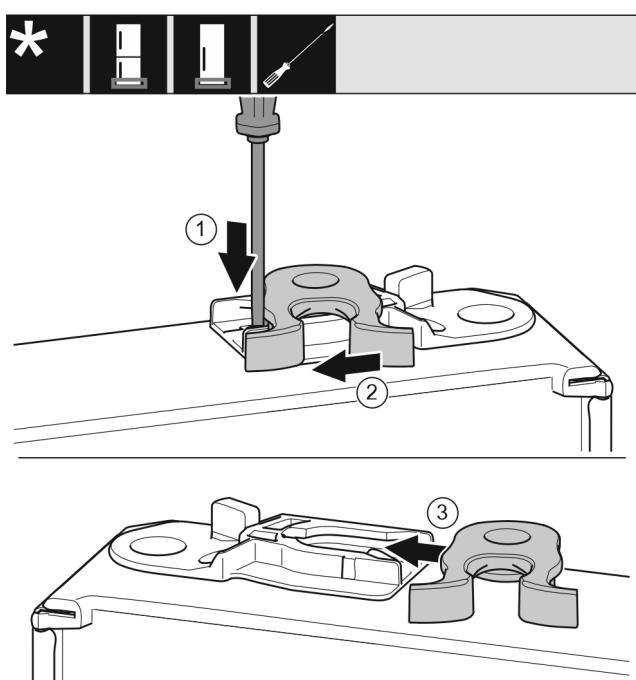

Fig. 16
- ▶ За допомогою шліщової викрутки притисніть униз накладку. Fig. 16 (1)
- ▶ Витягніть із напрямної запірний гачок. Fig. 16 (2)
- ▶ Вставте запірний гачок у напрямну з іншого боку. Fig. 16 (3)